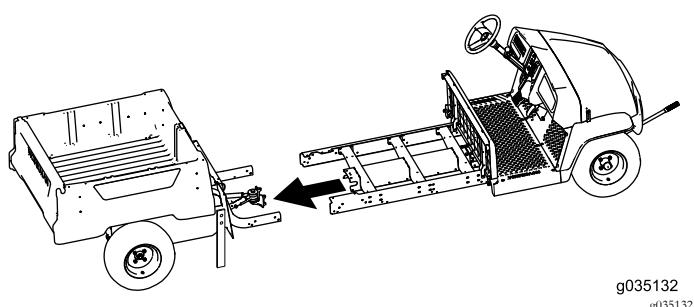

Рисунок 76
- Вместе с помощником сдвиньте переднюю и заднюю секции машины по направлению друг к другу (Рисунок 76).